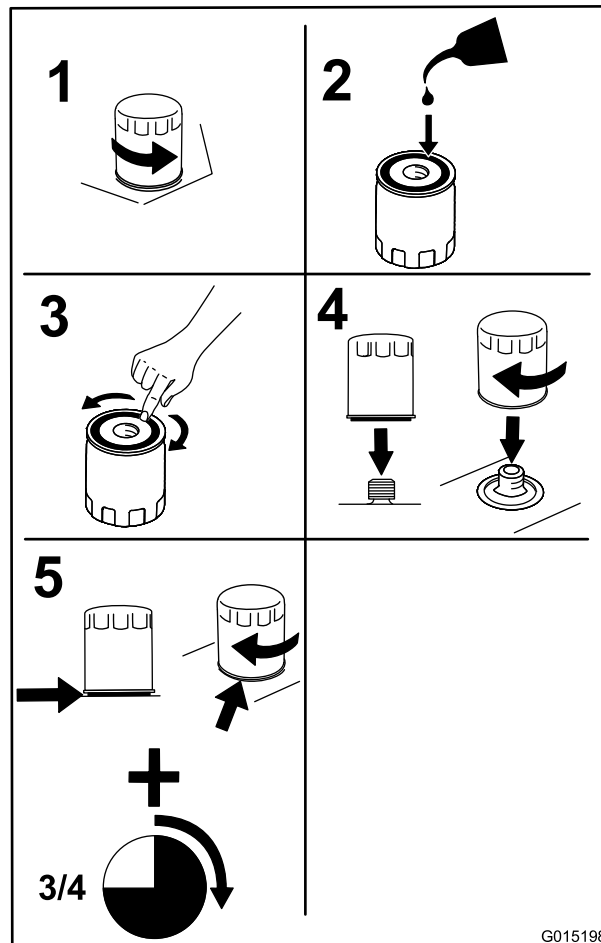

Figure 35
3. Remplacez le filtre à huile moteur comme montré à la Figure 35.